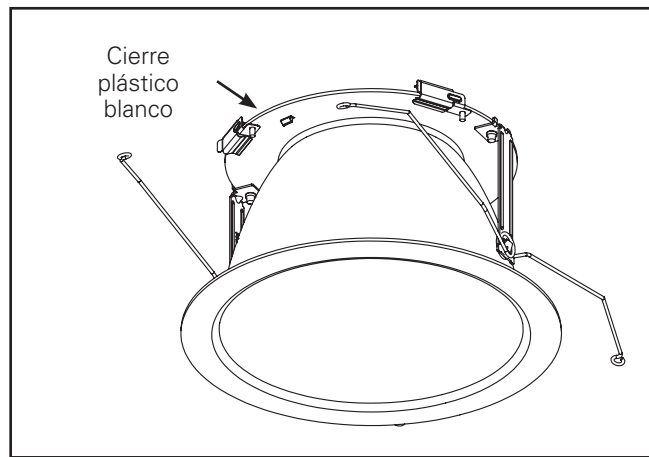
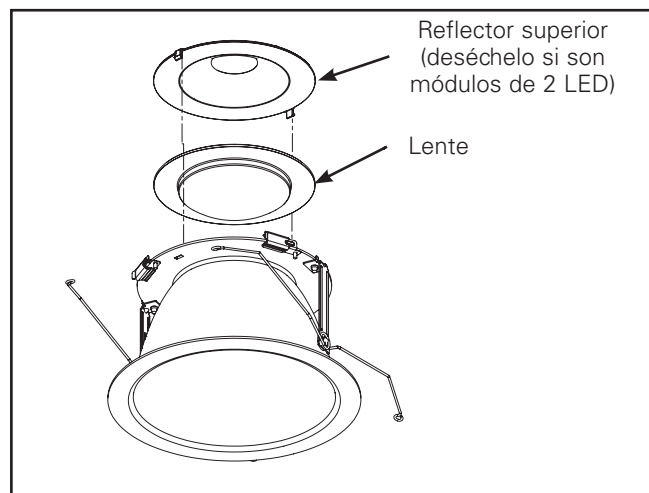

Figura 15.
Figura 16.
2. Si los módulos LED tienen 2 LED, desenganche con cuidado los pestillos de plástico blancos (Figura 15 y Figura 16) para retirar el reflector superior y luego deséchelo. Conserve el reflector superior en la moldura para módulos de 1 LED.